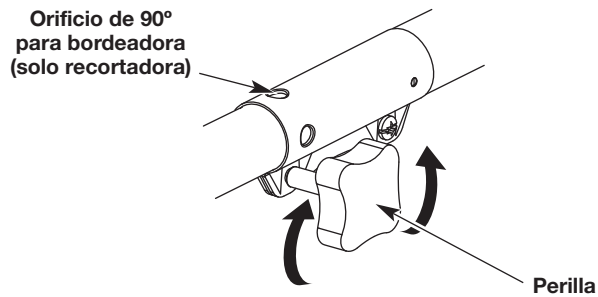
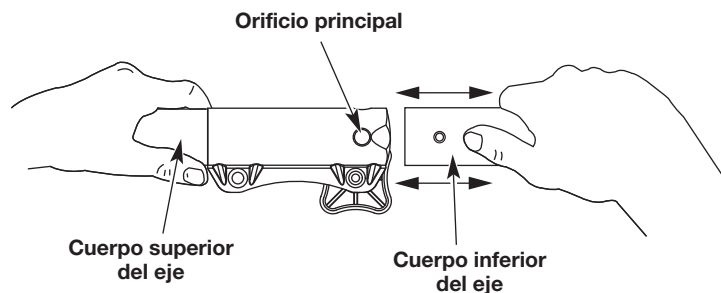

Fig. 3
Fig. 5
1. Para aflojar, gire la perilla en sentido contrario a las agujas del reloj (Fig. 3).
2. Mientras sostiene el accesorio con firmeza, empuje en línea recta hacia dentro del acoplador hasta que el botón de desconexión encaje firmemente en el agujero principal (Fig. 5).
3. Para apretar, gire la perilla en el sentido de las agujas del reloj (Fig. 3).
PRECAUCIÓN: Antes de operar esta unidad, cerciórese de que el botón de liberación esté completamente encajado en el orificio principal (Fig. 5) y de que la perilla (Fig. 3) esté bien apretada.
Para hacer cortes (orillados) decorativos con el accesorio de corte del cabezal de línea, trabe el botón de desconexión del accesorio en el interior del orificio de 90° (Fig. 3).
3. Al tiempo que sujeta firmemente la caja del eje superior, saque el accesorio del acoplador (Fig. 5).